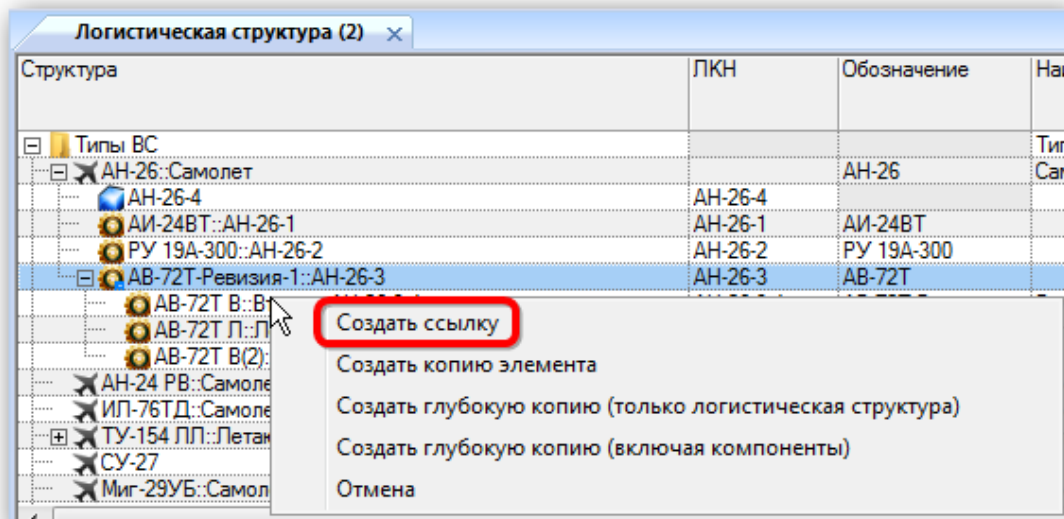

Рис. 10-55 – Выбрать пункт «Создать ссылку»
2) В раскрывшемся списке выбрать пункт «Создать ссылку» (рис. 10-55). В результате будет создана ссылка для этой ревизии.